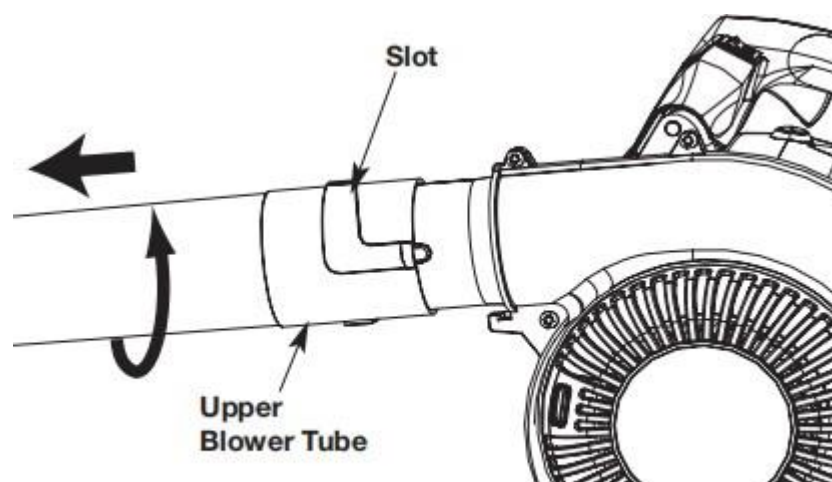

Fig. 3
- Drehen Sie das obere Gebläserohr gegen den Uhrzeigersinn, bis es sich vom Gebläseausgang löst (Abb. 3).